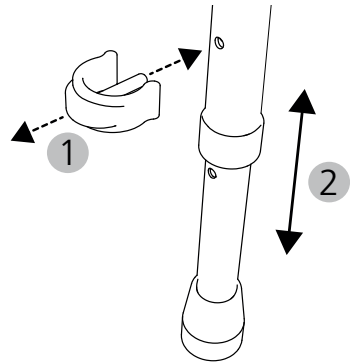

fig. 3
1. Estrarre il perno a clip dalla gamba telescopica (fig. 3, 1).
2. Regolare la gamba telescopica sull'altezza desiderata (fig. 3, 2). Far combaciare i fori dei tubi interno ed esterno.
3. Inserire nuovamente il perno a clip (fig. 3, 1) fino a percepire lo scatto sul tubo. Il perno a clip deve sporgere visibilmente dal foro.